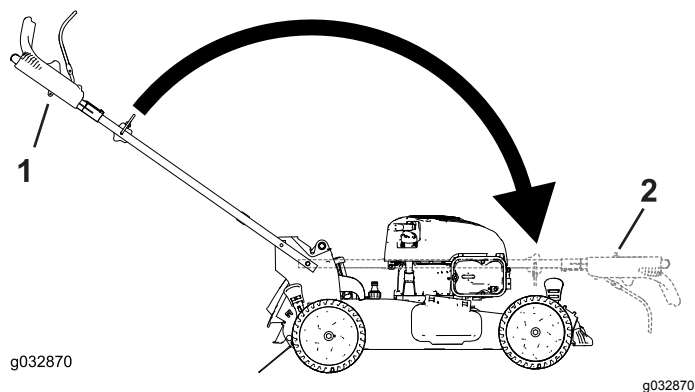

Figure 13
2. Repliez le guidon en le faisant pivoter en avant (Figure 13).